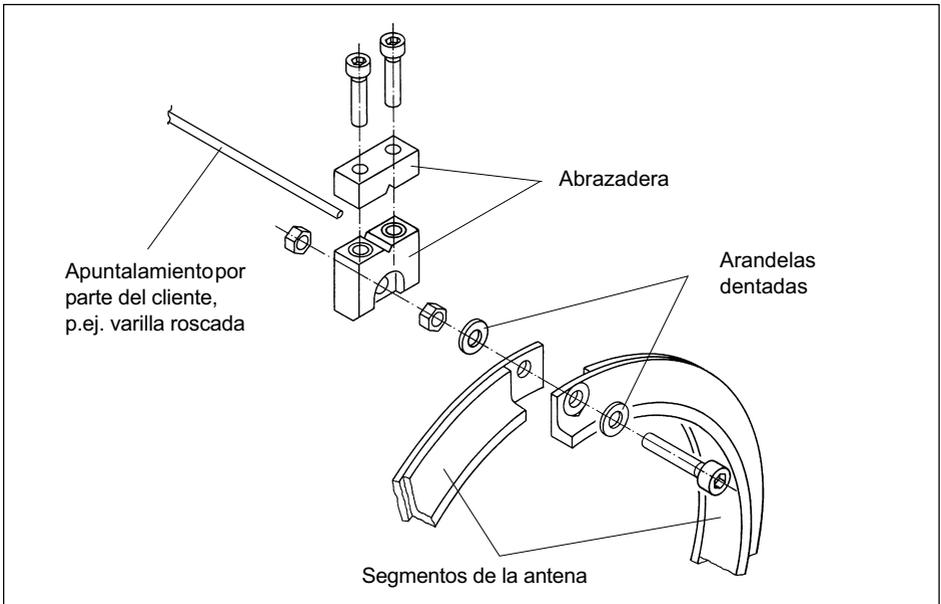

Fig. 6.7 Montaje de la abrazadera
2. Fijar la abrazadera con los tornillos suministrados, como se muestra en la Fig. 6.7. Asegurarse de utilizar las nuevas arandelas dentadas.